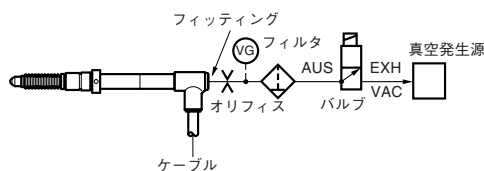
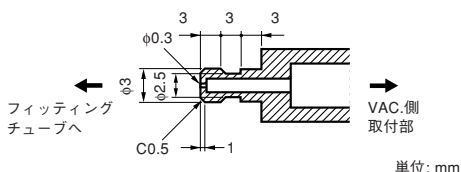

図1.空圧回路
図2.オリフィスの寸法
- エアリーフター取付口を通じて、真空ポンプなどの利用で測定子操作をする場合には、図1のような構成の空圧回路を用いますと、エア駆動が可能となります。真空圧は40～66.7 kPa程度が適当です。また、吸排気速度をコントロールするため、専用チューブの先には図2のようなオリフィスを設けてください。
- 測長ユニットの取付には、必ず付属の締め付けナット、ウェーブワッシャ、クランプスパナ、回り止めピンを用いてください(図1)。
- 測長ユニットに取付けるフィッティングは、図2の形状のものを準備してください。特にM4ねじ部の長さ(測長ユニットにねじ込まれる部分の長さ)は、4.5 mm 以下としてください。長過ぎる場合、測長ユニットを破損することがあります。